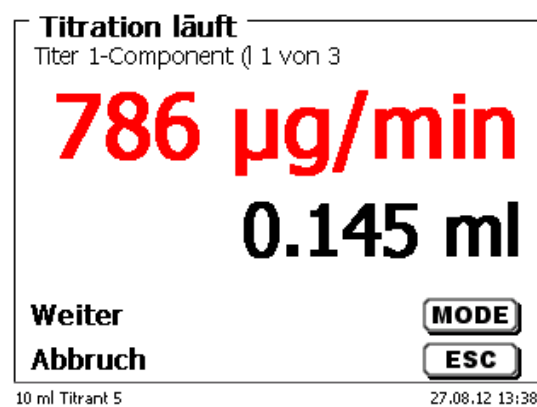

Fig. 75
- l'utilisation en ml avec la dérive en $\mu\text{g}/\text{min}$ (Fig. 75),